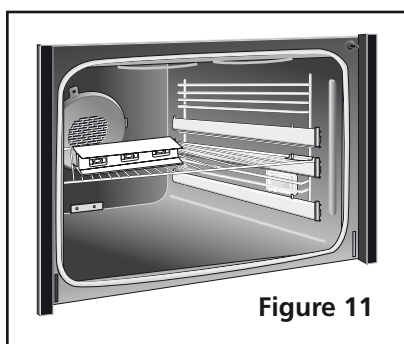

Figure 11
1. Installez une grille au centre du four inférieur (Voir la figure 11).